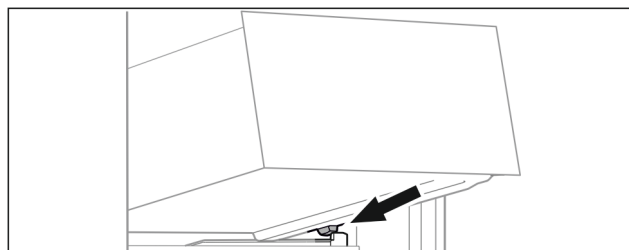

Fig. 69
- Sett skuffen på skrå bak stopperne på beholderribben. (se Fig. 69)